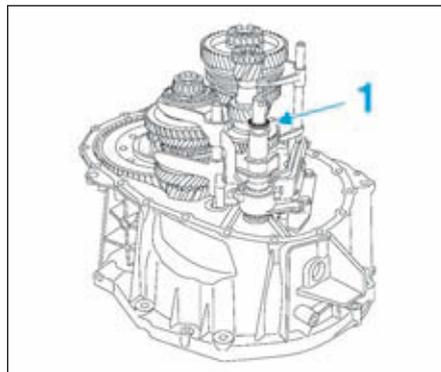

FIG.14
- Récupérer la rondelle de réglage (1) du module de sélection (Fig.14).